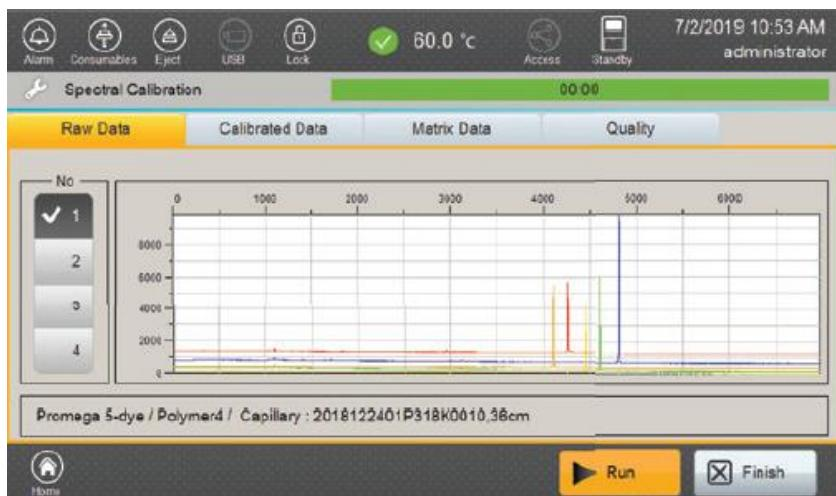

図 53 Spectral calibration “Raw Data” tab 画面
1. Raw Data タブ（図 53）を選び、それぞれのキャピラリーの raw data を確認します。画面左のリストから確認したいキャピラリーを選択します。アルゴリズムによって、考慮される蛍光標識フラグメントの最小ピークは、500 Relative Fluorescence Units (RFU) です。この値以下のピークを持ったキャピラリーは spectral calibration が失敗となります。また、ピークがサチュレーションしていないことを確認してください。（raw data の最大 RFU 値は、32767RFU です）もしさチュレーションを起こしている場合、spectral calibration standards を希釈してください。